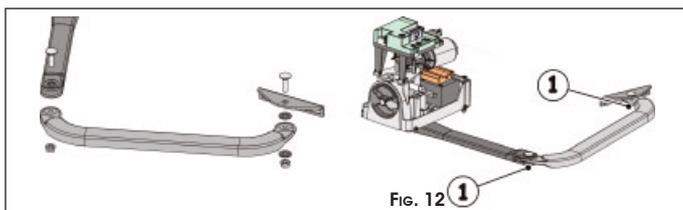

Fig. 12
- ⑦ Assemblare il resto del braccio come illustrato in Fig.12.
- Per un corretto funzionamento è necessario serrare le due viti di fissaggio (Fig.12 rif.①) e successivamente allentarle di circa 1/2 giro per permettere la rotazione senza attriti dei bracci.